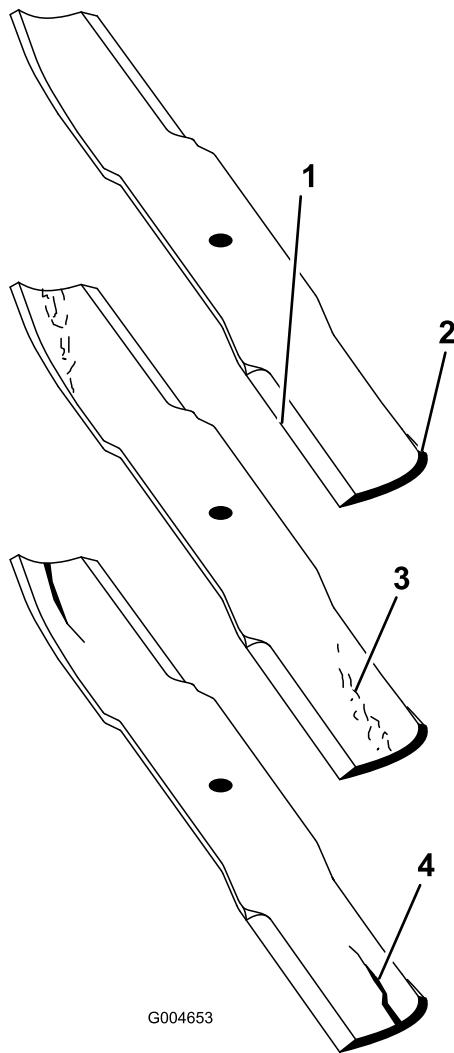

Figura 89
- Verificate accuratamente i taglienti, con particolare attenzione ai punti d'incontro delle sezioni piatta e curva della lama (Figura 89).
Nota: Sabbia e materiali abrasivi possono consumare il metallo che connette le sezioni piatta e curva della lama, per cui si consiglia di controllare la lama prima di usare il tosaerba. Se riscontrate segni di usura (Figura 89), sostituite la lama.